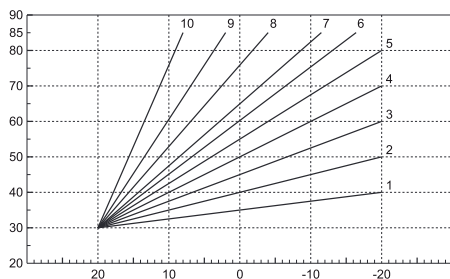

fig. 24 - Curvas de compensación
- **Curvas:** seleccione esta opción y pulse las teclas "+" y "-" lado sanitario () para regular la curva deseada entre 1 y 10. Si la curva se programa en 0, se deshabilita la regulación con temperatura adaptable (véase fig. 24 - *Curvas de compensación*).